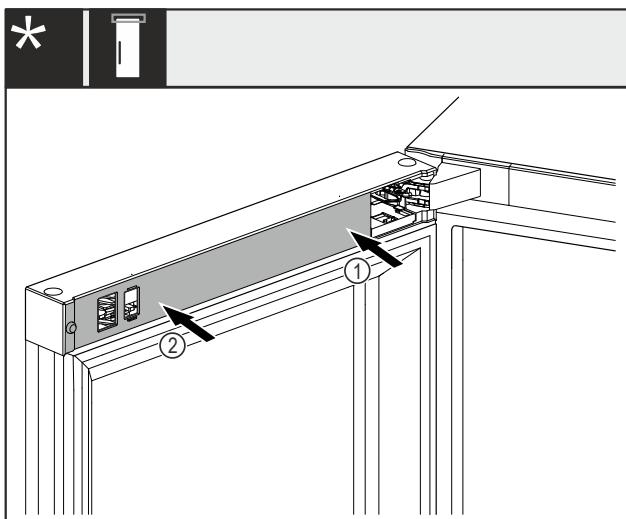

Fig. 47 \*
- Coloque primero la cubierta Fig. 47 (1) en el lado del soporte del cojinete y encájela.\*
- Coloque la cubierta Fig. 47 (2) en el lado exterior y encájela.\*